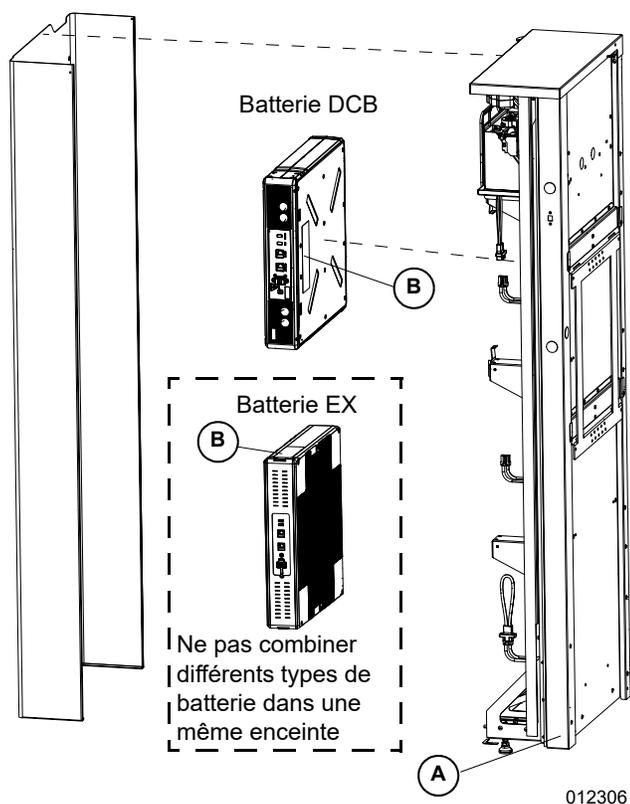

Figure 2-1. Emplacement du numéro de série
Voir la **Figure 2-1** pour trouver l'emplacement des numéros de série de l'appareil (A) et des modules de batterie individuels (B). Consigner cette information dans la **Table 1: Information importante** à l'intérieur de la couverture avant de ce manuel afin qu'elle soit disponible si les étiquettes sont perdues ou endommagées. Il est possible que cette information doive être fournie lors de la commande de pièces ou d'une demande d'assistance.